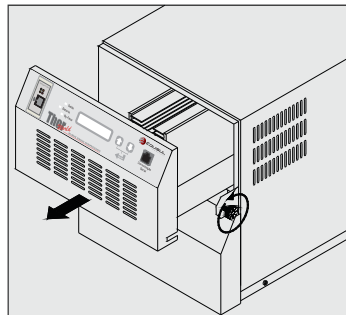

Figura 16 - Remoção da CPU
- 2 Gire a trava de segurança da CPU no sentido anti-horário, como mostrado na figura 16.